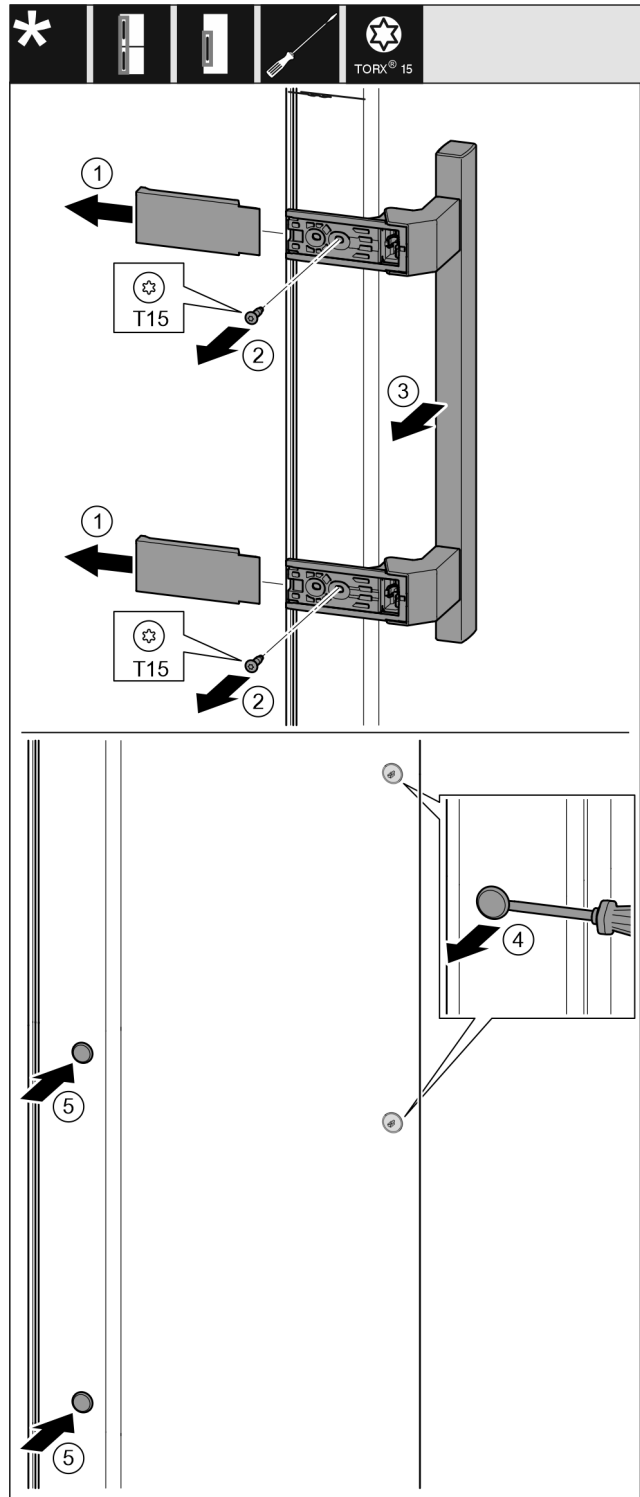

Fig. 28
- Stiahnite kryt. Fig. 28 (1)
- Skrutkovačom T15 vyskrutkujte skrutky. Fig. 28 (2)
- Odoberte držadlo. Fig. 28 (3)
- Plochým skrutkovačom opatrne nadvihnite a vyberte bočnú zátku. Fig. 28 (4)
- Zátku opäť nasadte na druhú stranu. Fig. 28 (5)